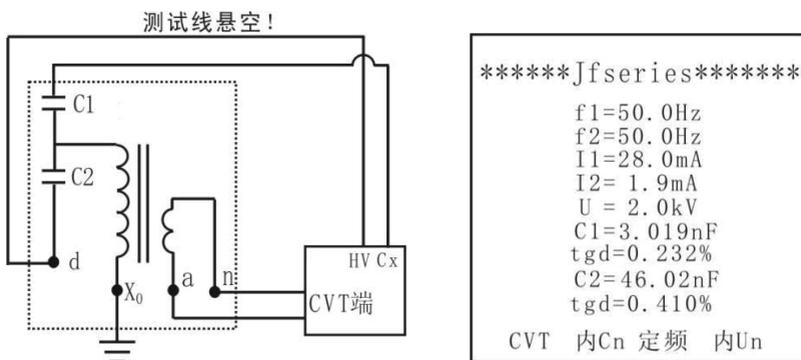

图8 测量电容C1和 $\text{tg } \delta_1$ 、C2和 $\text{tg } \delta_2$ 的接线 图9 CVT 模式下打印结果
(1) 当 C1 为单节电容时, C1 和 $\text{tg } \delta 1$ 、C2 和 $\text{tg } \delta 2$ 的测量 (见图 8)
① 解开 C2 下端 N 与 E 间的连接线, N 端子不能接地, E 端子必须接地。
② 保证仪器与试品正确连接 (按下表连接)。
在按照图 8 的实际接线下选择 CVT 模式测量，其打印结果如图 9 所示。